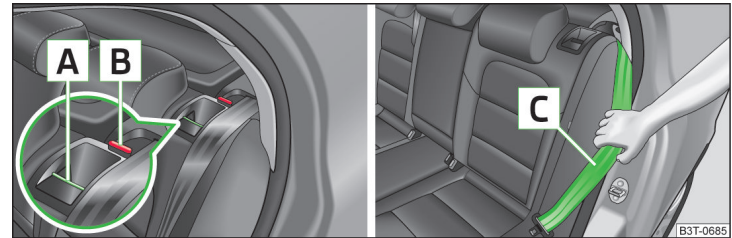

Abb. 77 Entriegelte Sitzlehne / Sicherheitsgurt zur Seitenverkleidung ziehen
- › Den Entriegelungsgriff **A** › Abb. 77 drücken.
- › Die Entriegelungsgriffe **A** › Abb. 77 auf beiden Seiten der Sitzlehne gleichzeitig drücken.
- › Den hinteren äußeren Sicherheitsgurt **C** › Abb. 77 an der Seitenverkleidung halten.
- › Die hinteren äußeren Sicherheitsgurte **C** » Abb. 77 an der Seitenverkleidung halten.